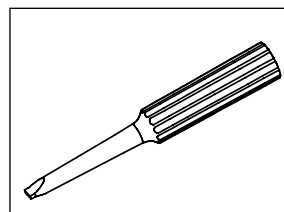

Fig. 6
- Destornillador (para circuito de seguridad) véase **Fig. 6**